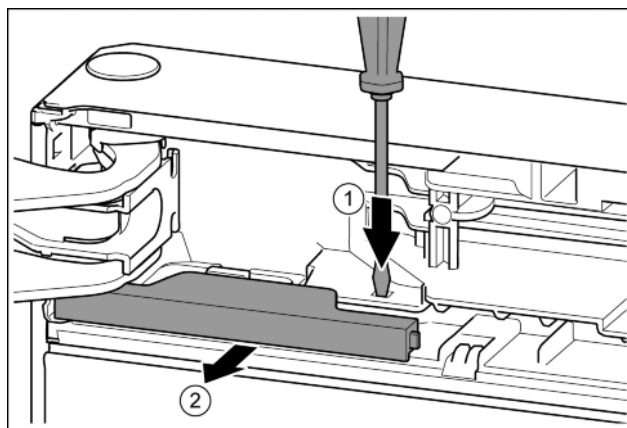

Fig. 12
- ▶ За допомогою шліцевої викруткі притисніть накладку. Fig. 12 (1)
- ▶ Витягніть кришку з фіксатора. Fig. 12 (2)